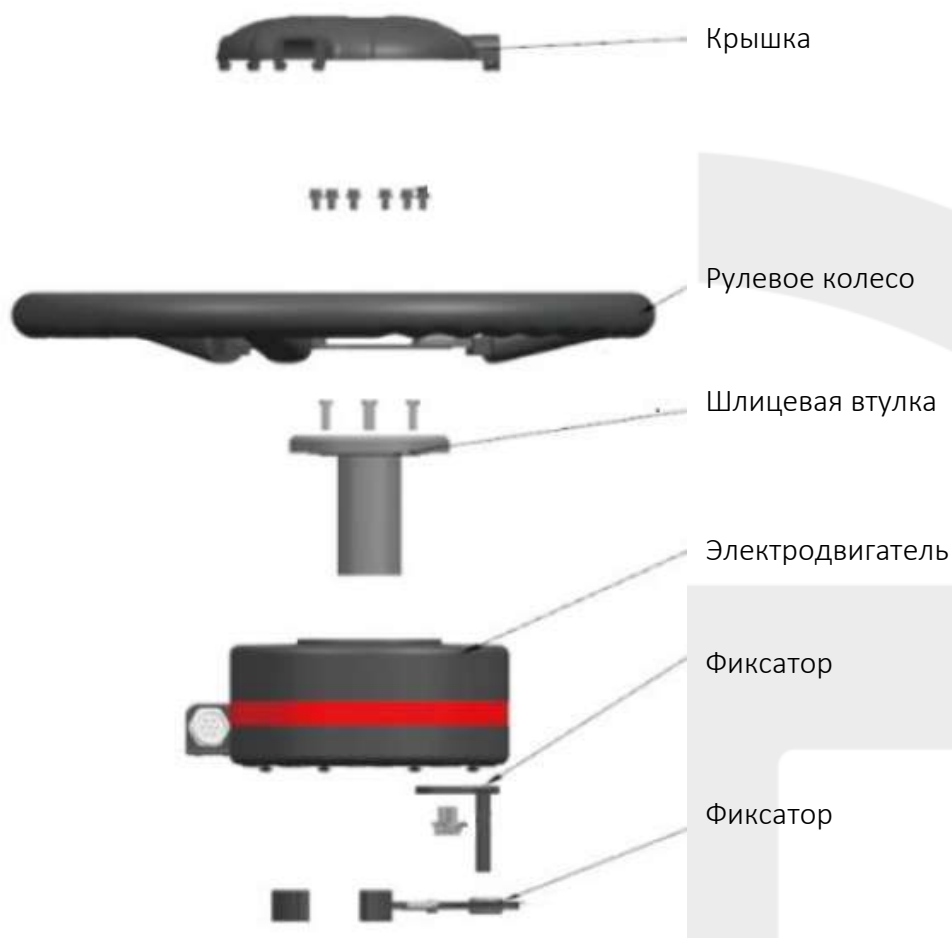

Рисунок 8 Схема сборки электродвигателя EFT AMD-1
3. Демонтируйте штатное рулевое колесо ТС, подберите необходимый переходник. Далее соберите переходник, электродвигатель EFT AMD-1, рулевое колесо из комплекта поставки и фиксатор (как на рис. 8). Установите на рулевой вал.